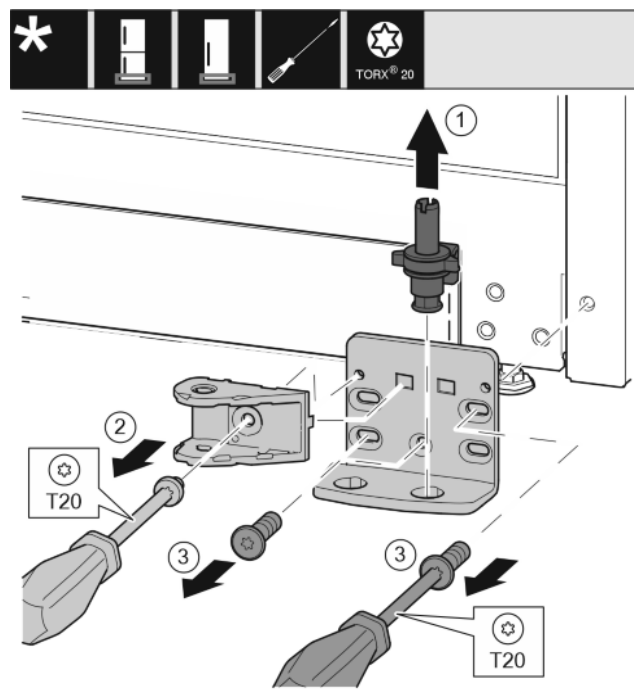

Fig. 27
- Húzza ki teljesen a csapszeget felfelé. Fig. 27 (1)
- Csavarja ki a csavart a T20 csavarhúzóval, és vegye le a záráscsillapítót. Fig. 27 (2)
- Csavarja ki a csavarokat a T20 csavarhúzóval, és vegye le a csapágybakot. Fig. 27 (3)